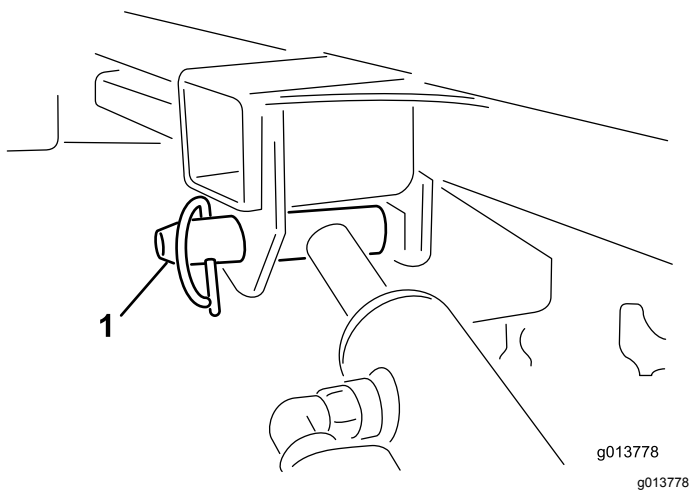

図 51
- 片手で油圧昇降シリンダを持ち、もう片手で、シリンダの固定ピンをはずす 図 51。